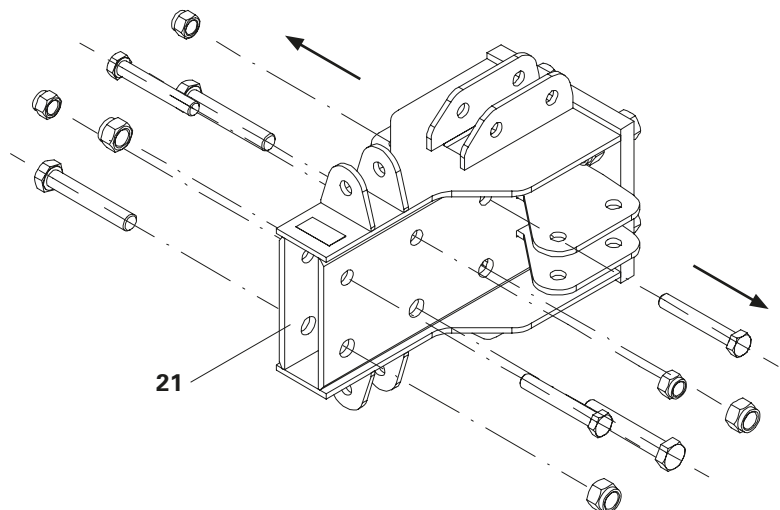

Fig. B2.03
1. Rimuovere tutti i 6 collegamenti a vite dal connettore di sostegno VST 48 (**21**). (Fig. B2.03)